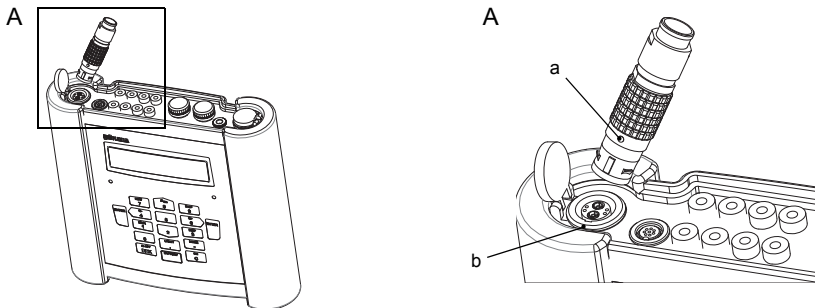

Abb. 6.6: Anschluss der Sensoren
- Klappen Sie die Buchsenabdeckung hoch (siehe Abb. 6.6).